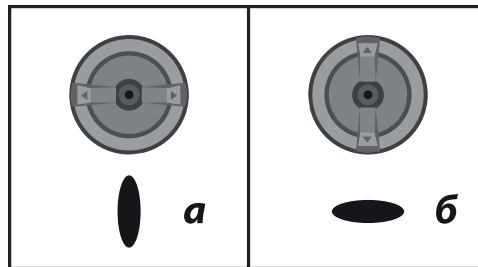

Рис. 3
- а)** горизонтально - для формирования вертикального факела при окраске вправо-влево (Рис. 3а);
- б)** вертикально - для горизонтального факела при окраске вверх-вниз (Рис. 3б);
9. Для регулировки интенсивности распыления поверните рычаг (1), чтобы отрегулировать необходимую форму факела от круглой до овальной.
10. При пробной окраске определите необходимую скорость ведения распылителя для равномерной окраски и расход материала, во избежание, при большой скорости и недостаточном расходе, неравномерного покрытия; а при низкой скорости и избыточном расходе - потеков материала. Регулировка расхода материала осуществляется вращением регулятора (1).